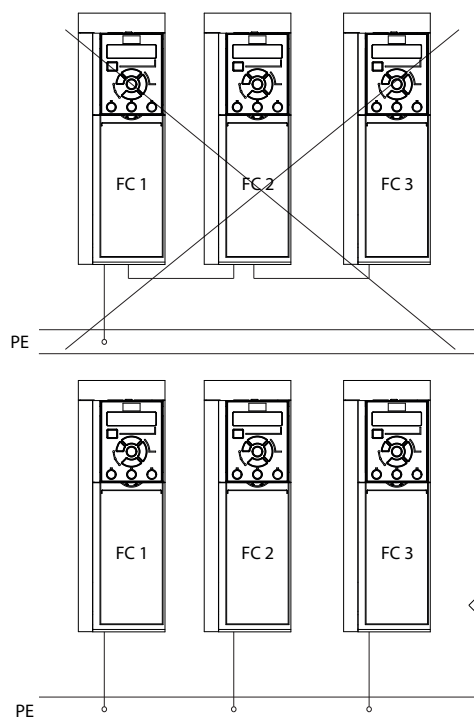

图 2.3 接地原理
- 请勿以“菊花链”方式将一台变频器的地线连接至另一变频器的地线上（请参阅 **图 2.3**）。